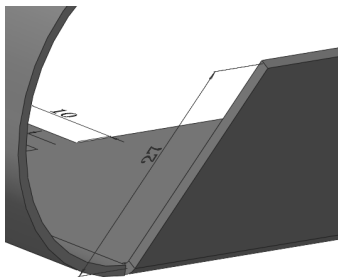
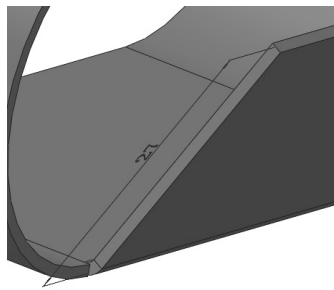

图 10-19 采用“外部虚拟交点”确定法兰长度
图 10-20 采用“内部虚拟交点”确定法兰长度
2) 设定法兰角度和长度。在“角度”文本框中输入角度值“60”。在“法兰长度”下拉列表框中选择“给定深度”选项，同时输入值“35”。确定法兰长度有两种方式，即通过  (外部虚拟交点) 或  (内部虚拟交点) 来决定长度开始测量的位置，如图 10-19 和图 10-20 所示。